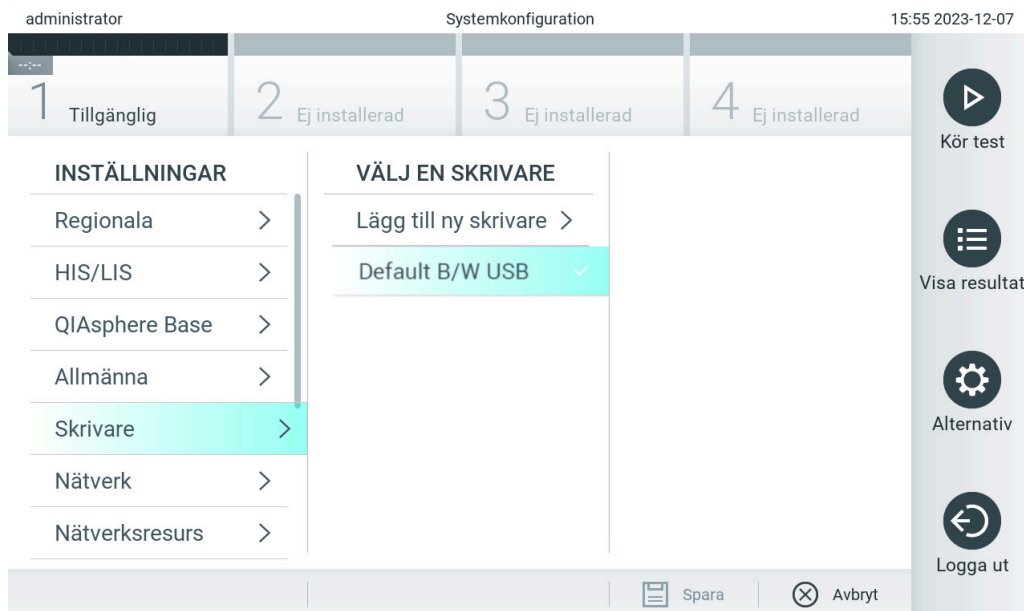

Bild 103. Skrivarinstallation med standarddrivrutin.
2. Välj standardskrivaren om kallas Default B/W USB (bild 103)